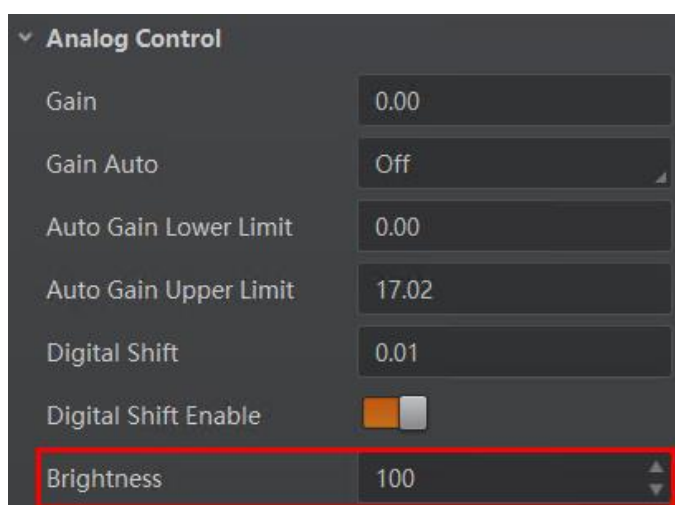

图7-19 亮度设置
2. 在 *Analog Control* 属性下，设置参数 *Brightness* 的值，如图 7-19 所示。亮度参数范围为 0 ~ 255。